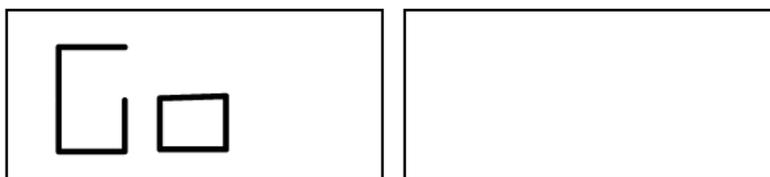

Рис. 5.5 Сообщение "Выполните запуск"
4. Нажмите [P4] . Появится сообщение, рисунок 5.5;